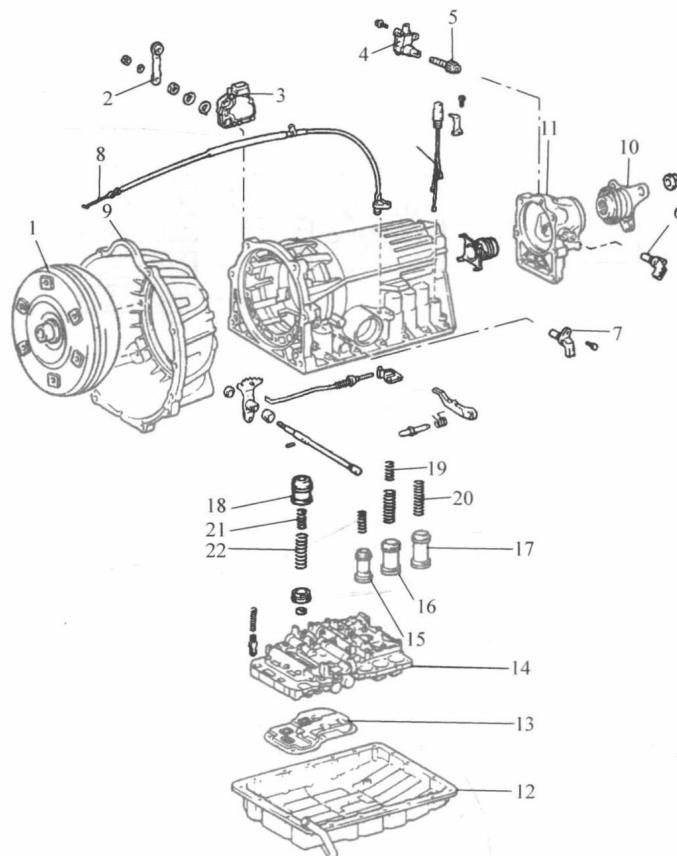

图 1-2-7 A341E 和 A342E 自动变速器的分解
(1) 拆卸自动变速器前后壳体、油底壳及阀板 (图 1-2-7)